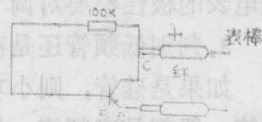

图4—5 用万用表测晶体管放大能力
b. 要知道晶体管的放大能力,可测量共发射极电流放大系数 $\beta$ (主要参数之一),简单的方法如图4—5所示,用万用表欧姆挡,正棒接集电极,负棒接发射极(先断开电阻)。一般阻值应大于50千欧,然后并上100K电阻,使基极得到一个偏流,这时电表读数下降到5~10千欧,前后两次阻值相差越大,说明晶体管放大性能越好,如果接入100K电阻后,阻值变化很小,说明放大能力很差,如果 $I_{ce0}$ 很大的管子接入时,指针不是停止